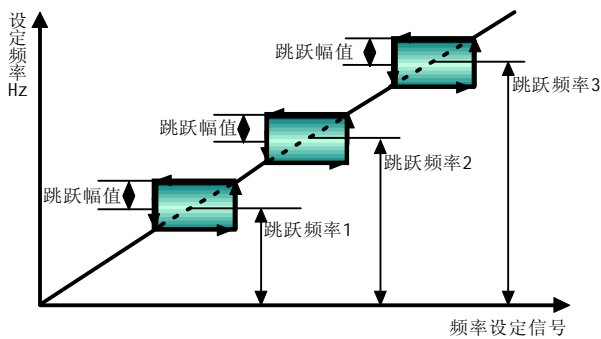

图 5-2-5 跳跃频率
- 为了让变频器的设定频率避开机械负载的共振频率点，变频器的设定频率可以在某些频率点附近作跳跃。与共振频率对应的工作频率称为跳跃频率,如图5-2-5所示。